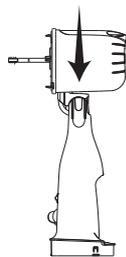

Figura 01
1. Posicionar a unidade motora sobre a haste conforme **figura 01**.